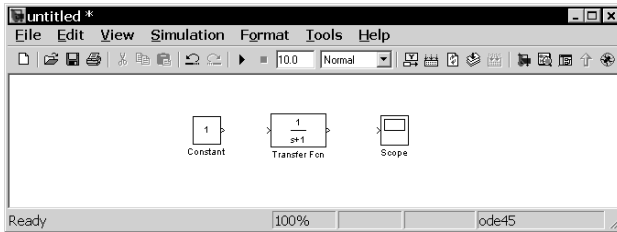

Рис. 1.6. Окно модели с блоками
2. Расположить блоки в окне модели. Для этого необходимо открыть соответствующий раздел библиотеки. Далее, указав курсором на требуемый блок и нажав на левую клавишу мыши, «перетащить» блок в созданное окно. Клавишу мыши нужно держать нажатой. На рис. 1.6 показано окно модели, содержащее блоки.